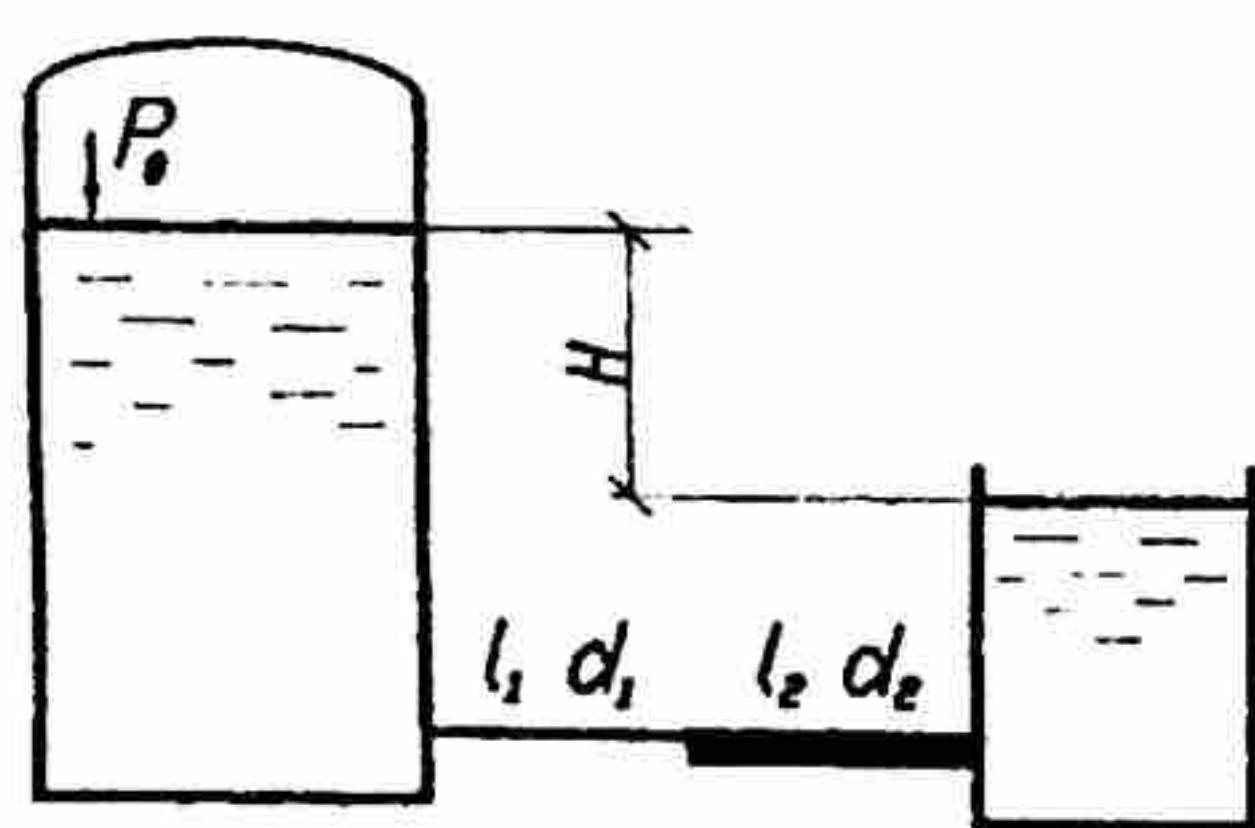

Рис.16
18. Вода при температуре $t = 20^\circ\text{C}$ из закрытого резервуара подается в приемный резервуар по трубопроводу, состоящему из двух последовательно соединенных труб диаметром d_1 и d_2 и длиной l_1 и l_2 (рис. 16). Разность уровней воды в резервуарах постоянна и равна H . Определить давление P_0 , которое необходимо создать, чтобы обеспечить заданный расход воды. Абсолютная шероховатость стенок трубопровода $K_s = 0,15 \text{ mm}$.